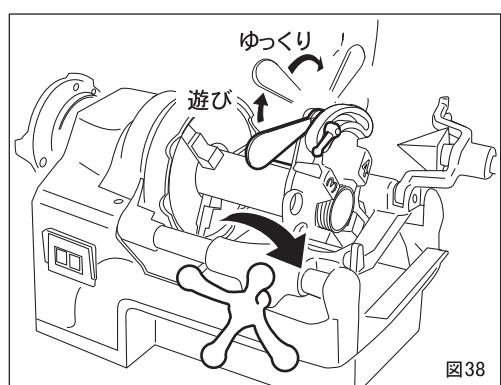

図38
- ①ノッチ軸を(−)ドライバーで緩めます。
- ②位置決めノッチを押さえながらノッチ軸を外します。
- ③位置決めノッチをその下にあるピンとバネが飛び出さないよう、注意しながら外します。
- ④サイズ調整板を図38-①②のどちらかの側に2枚共挿入してください。
- ⑤バネ及びピンを切上げブロックの所定の穴に入れ、位置決めノッチで押さえます。
- ⑥ノッチ軸を切上げブロックに通し、位置決めノッチ、サイズ調整板をセットします。
- ⑦(−)ドライバーでノッチ軸をしっかりと締付けてください。
(このとき急激にチーザを開くとねじに段がつき、ねじの仕上りが悪くなります。) （図38）